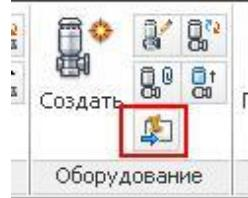

Рис. 99
- На ленте в разделе **Оборудование** нажмите кнопку **Преобразовать оборудование Inventor** (Рис. 99).